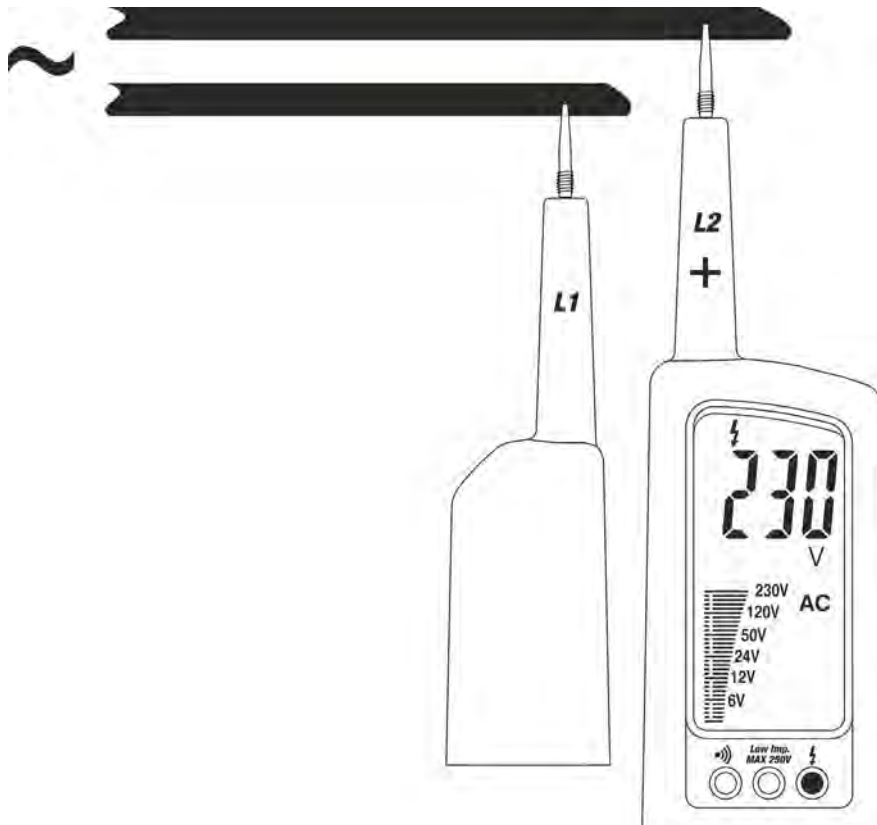

Fig. 3: Misura di Tensione AC
2. Collegare i puntali L1 e L2 alla sorgente in prova (vedere Fig.3). La misura è eseguita **solo con contatto dei puntali sulla parte metallica dei conduttori**
6. Per misure su impianti monofase i simboli R) o (L) possono essere mostrati a display. Ciò non costituisce un problema dello strumento